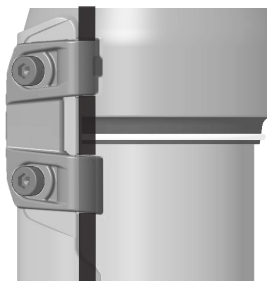
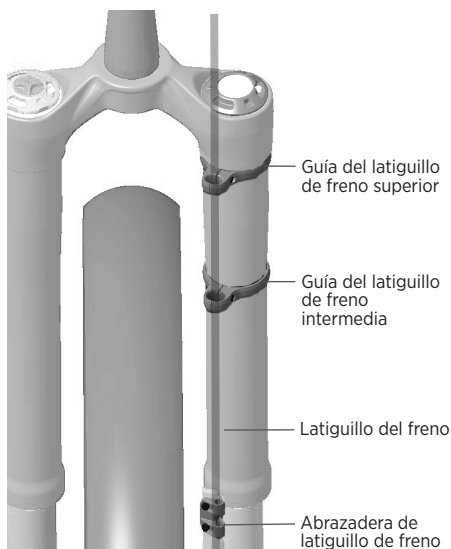

Figura 13: instalación de los tornillos de la abrazadera del latiguillo de freno
Figura 14: vista completa del guiado del latiguillo de freno a través de las guías hasta el mástil
2. Pase el latiguillo del freno de disco delantero o la funda del cable por el interior del tubo inferior izquierdo. A continuación, instale el latiguillo de freno en la abertura de la abrazadera del latiguillo de freno (Figura 13). Compruebe que el latiguillo de freno tiene suficiente longitud en el interior para que el tubo superior no entre en contacto con el latiguillo de freno durante la compresión de la horquilla (Figura 14). Utilice una llave hexagonal de 2,5 mm para instalar sin apretar los dos tornillos de la abrazadera del latiguillo de freno, ya que será necesario realizar más ajustes en un paso posterior.